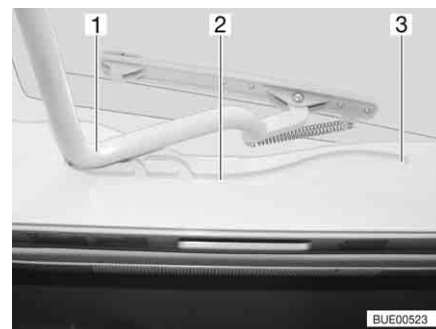

Fig. 61 Oblò Heki, guida
- Tirare la staffa (Fig. 61,1) nelle guide (Fig. 61,2) fino alla posizione più all'indietro (Fig. 61,3).
- Spingere la staffa (Fig. 61,1) leggermente verso l'alto con ambedue le mani.
- Tirare la staffa nelle guide (Fig. 61,2) fino alla posizione desiderata.